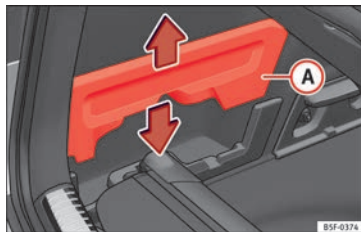

Fig. 165 Na bagageira: alojamento para guardar a chapeleira.
- Retire as tampas » **Fig. 165** **A** esquerda e direita.